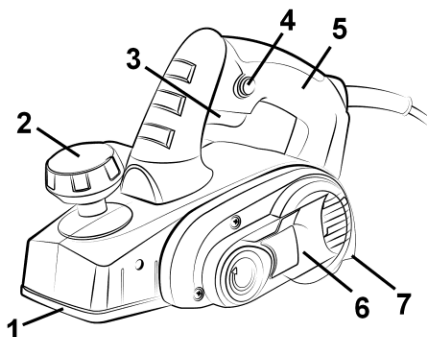

рис. 1
Для включения изделия нажмите на клавишу выключателя (3) (рисунок 1). Для отключения изделия следует клавишу отпустить.